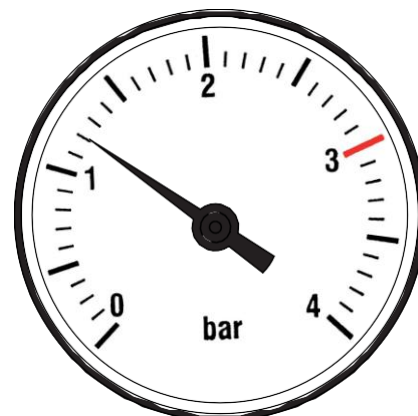

рис. 4
6. При помощи манометра М (рис. 2) убедитесь, что давление в системе достигает 1,2 бар (рис. 4);
10. Если после выполнения этих операций вы обнаружите, что давление воды в системе понизилось, снова откройте подпиточный кран R и дождитесь, пока манометр не покажет значение давления 1,2 бар (рис. 4).